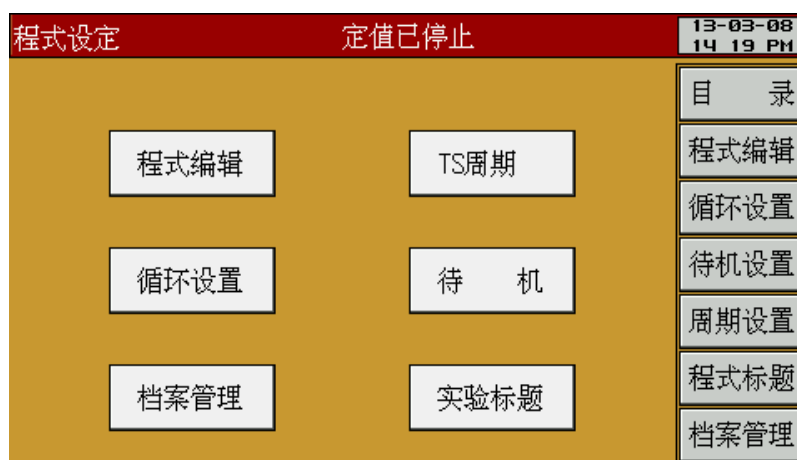

图 16
▶ 当点击图 16 中的“程式编辑”进入以下界面：
► 当点击上图中的“返回”回到图 16 的界面，在图 16 的界面中点击“循环设置”进入以下界面：
► 当点击上图中的“档案管理”或回到图 16 的界面，在图 16 的界面中点击“档案管理”进入以下界面：
- ①源程式号：设置要复制的源程式编号；
- ②目标程式号：设置要复制的目标程式编号；
- ③请输入程式号：输入要删除的程式组；
- ④删除：删除所有程式。
► 当点击上图中的“周期设置”或点击图 16 中的“TS 周期”进入以下界面：
- ①周期编号：显示周期编号；
- ②延时：设置延时时间；
- ③开时间：设置待机时间从程式段起始点到讯控输出发生时的时间
- ④关时间：在程式段“开时间”发生“TS”之后，设置保持输出的时间；
⑤循环： 设置在周期运行模式下的循环次数。
▶当点击上图中的“待机设置”或点击图 16 中的“待机”进入以下界面：
①	待机范围	设置待机动作的温度、湿度范围	<p>▶待机动作启动条件： →已设置待机时间内，温度、湿度等设定值均未进入待机动作设定范围内时。</p> <p>▶待机动作解除条件： → 温度、湿度等设定值均进入待机动作设定范围内时或待机时间到时。</p> <p>▶ 如果未设置待机时间（初始值）待机时间是无限值。</p>
②	待机时间	设置待机动作的时间，当温度、湿度测量值不能进入设定值而需要待机动作的时间。
③	待机开关	设置待机动作的开或关。
▶当点击上图中的“程式标题”或点击图 16 中的“实验标题”进入以下界面：